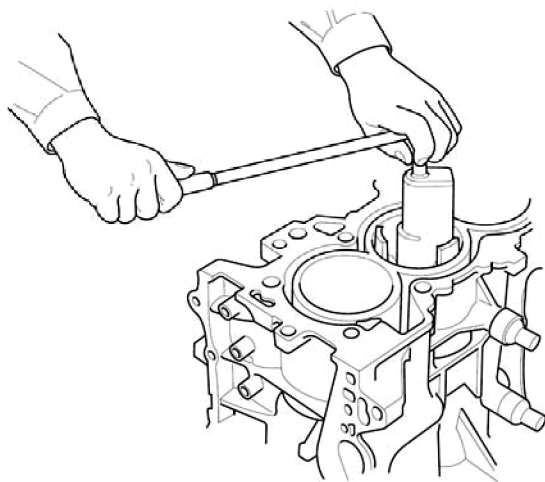

图 8-14 用铰刀去除积炭
- 11) 如果各气缸顶部周围有金属凸起或积炭，则用铰刀去除，如图 8-14 所示。